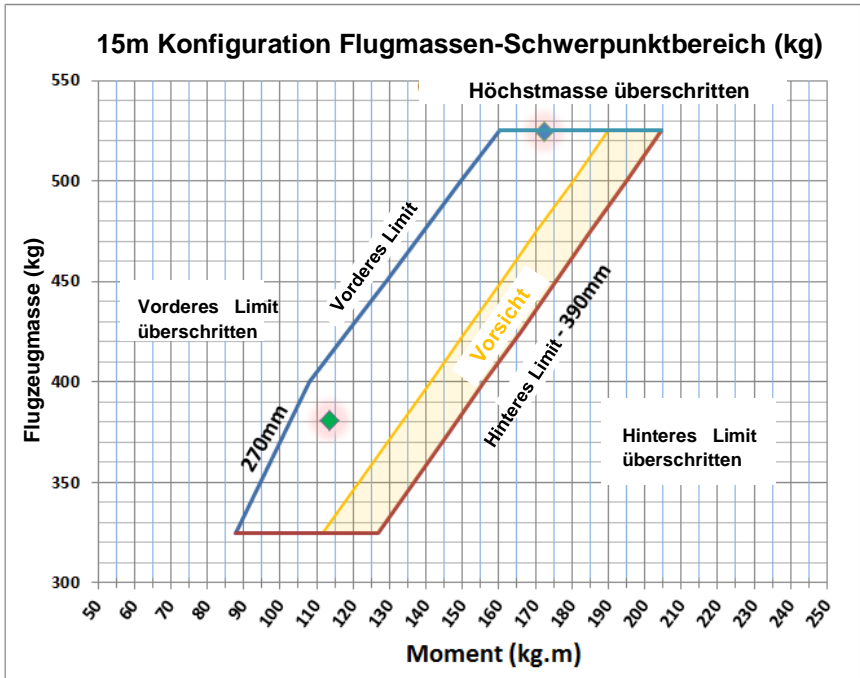

Abbildung 7.3-3
Um fest zu stellen, ob die derzeitige Konfiguration die Schwerpunktgrenzen nach Abbildung 7.3-3 einhält, kann das folgende Verfahren benutzt werden:
7. Kombinierte Masse und Moment in das zulässige Flugmassen-Schwerpunktbereich Diagramm (Abbildung 7.3-3) zeichnen.
Eingetragen in Abbildung 7.3-3 zeigt sich, dass der Schwerpunkt leicht vor der Mittelposition ist und die Masse an die Maximalmasse angrenzt.
Abbildung 7.3-3 zeigt den zulässigen Flugmassen-Schwerpunktbereich für die 15 m Konfiguration.